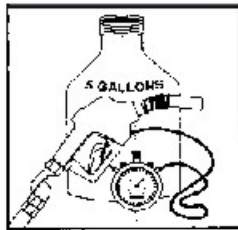

FIGURE 6/ 图 6
- Equipment required: stop watch (Figure 6) 5 gallon vented test can
- 所需设备: 秒表 (图 6) 5 加仑出口测试桶